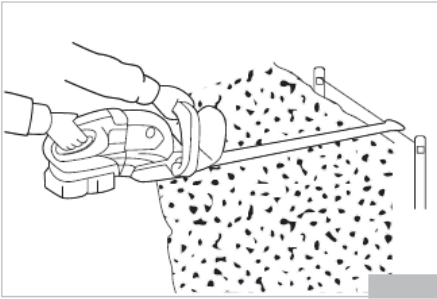

Рисунок 7
-- Щоб рівномірно підрізати верхню частину живоплоту, рекомендується прив'язати мотузку на бажаній висоті живоплоту та провести підрізання вздовж неї, використовуючи її у якості орієнтиру (Рис. 7).